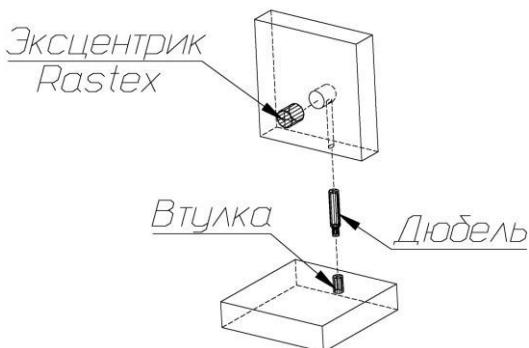

Рис. 1
1. В боковые стенки (2), (02), перегородки (4,04), нижний щит (3), заднюю стенку (6) в имеющиеся отверстия установить эксцентрики таким образом, чтобы стрелка была повернута в сторону отверстия в торце.
В установленные муфты эксцентриковых стяжек на боковых стенках (2), (02), крышке (1), задней стенке (6) ввернуть дюбели, в соседние отверстия установить шканты (рис.1).
Собрать между собой боковые стенки (2), (02), нижний щит (3), перегородки (4), (04) и заднюю стенку (6) так, чтобы дюбели и шканты вошли в предназначенные для них отверстия (рис.1).